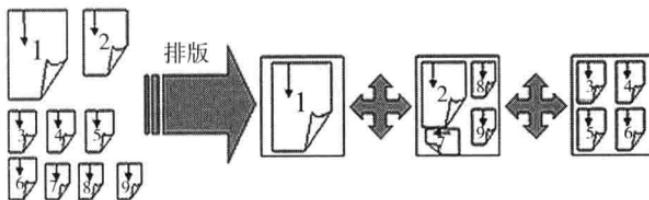

图 2 自由拼
(2) 自由拼。是以节省材料（胶片）为目的，拼版方式较为简单，主要工作方式为将不同尺寸的不同文件拼在一起，使胶片的有效使用面积最大。但对在同一台印刷机上印刷的文件组版时也需要对印刷方式有一定了解。如图 2 所示。